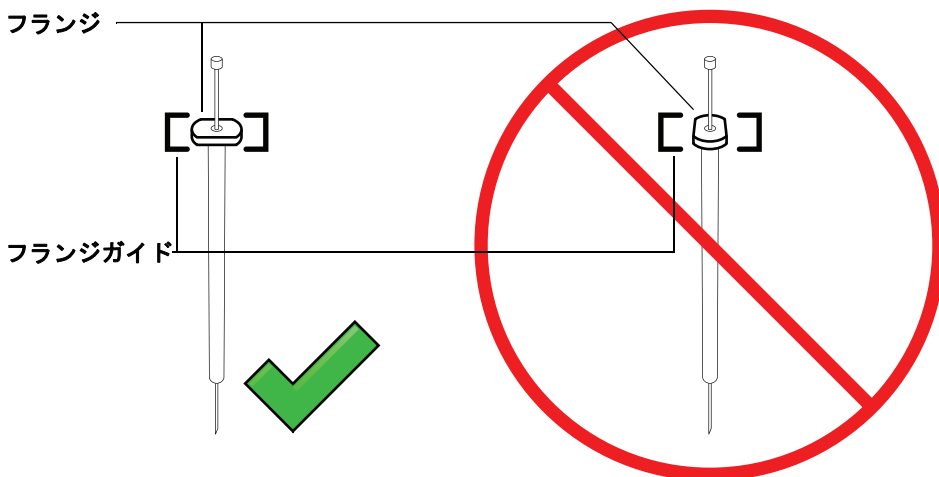

図 134 シリンジフランジの向き
- 7 シリンジフランジをフランジガイドに整列させ、シリンジを押してはめ込みます。ニードルの先端がニードルサポートフットのガイドホールに通ったままにしておきます。必ず、シリンジフランジの平らな端が外側に向くようにします (図 134)。